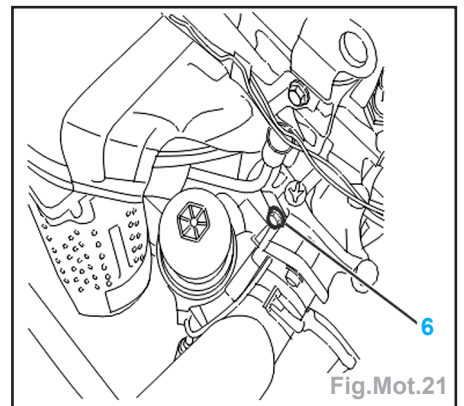

Fig.Mot.21
- Déposer (Fig.Mot.21) :
- la vis de fixation du guide-jauge (6),